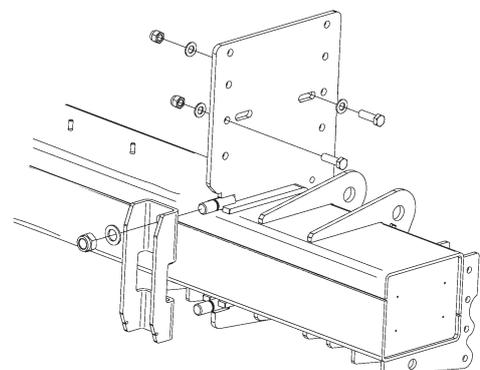

Abbildung 29. Das U-Profil mit den dazugehörigen Unterlegscheiben und Muttern montieren
6. Der Hubträger sollte innerhalb des angegebenen C-Maßes so hoch wie möglich platziert werden. Hubträger auf die Idealhöhe unter dem Rahmen einstellen. Verpackung der Ladebordwand und Gabelstapler verwenden, siehe Abbildung 29. Der Hubträger muss parallel zum Boden des Aufbaus ausgerichtet sein und darf nicht am Rahmen des Fahrzeugs anliegen. Es muss ein Zwischenraum von einigen Millimetern vorhanden sein. Bei Bedarf die Winkel der Arme nachstellen. Dafür die Bordwand vorsichtig betätigen.
8. Das U-Profil mit den dazugehörigen Unterlegscheiben und Muttern montieren, ohne diese anzuziehen. Die Muttern abwechselnd anziehen, bis das U-Profil direkt am Hubträger anliegt, siehe Abbildung 29.